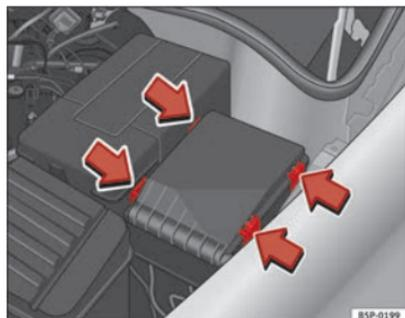

Fig. 186 En el vano motor: tapa de la caja de fusibles.
- Presione las pestañas de bloqueo en el sentido que indican las flechas para desbloquear la tapa de la caja de fusibles ⇒ fig. 186.